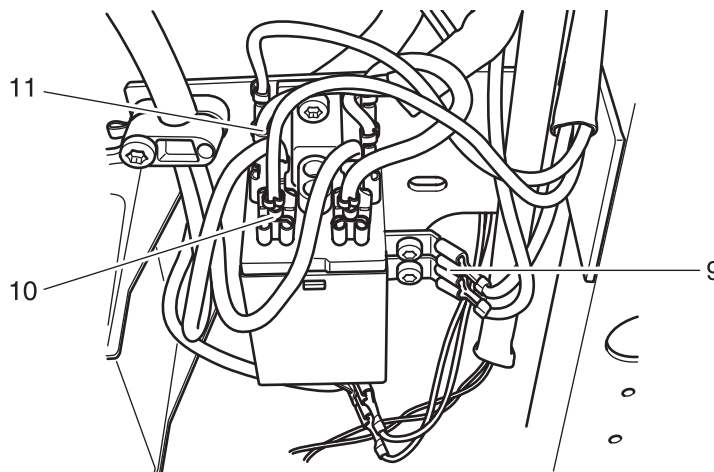

Fig. 13e
- Die Steckverbinder 9 bis 11 der Bedienfeld-Leiterplatte aufstecken (Fig. 13e).